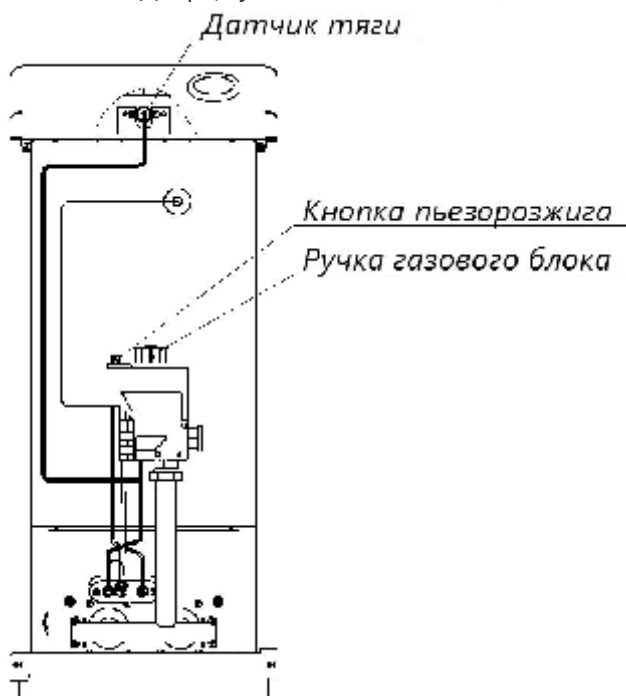
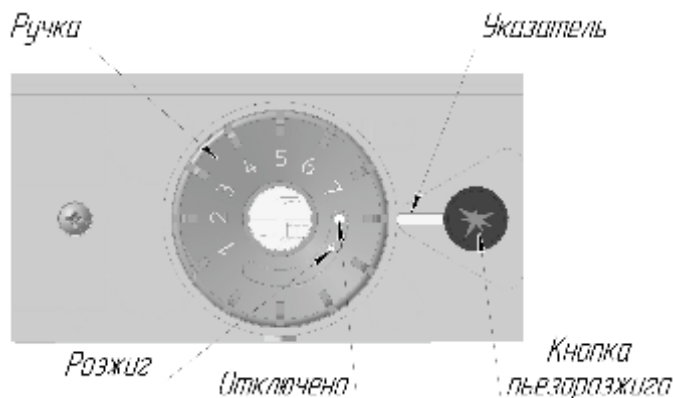

Рисунок 4 - Особенности котла с газовым блоком 630 EUROSIT
Рисунок 5 - Элементы управления на газовом блоке 630 EUROSIT
- КСГ(В) — с индексом (Е) (рис.4) с газовым блоком 630 EUROSIT (рис.5).
- Установить ручку газового блока в положение «Отключено» (см. рис.5),